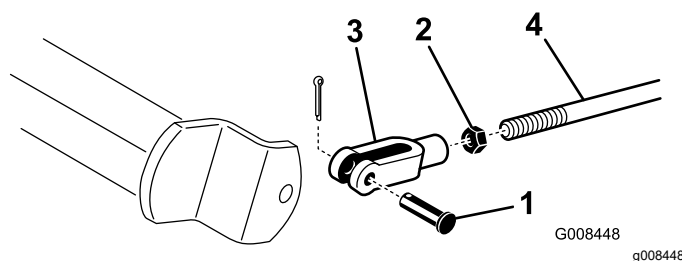

Figura 46
- A. Scollegate le aste dei freni rimuovendo la coppiglia e il perno del cavallotto (Figura 46).
- B. Allentate il controdado e regolate il cavallotto come opportuno (Figura 46).
- C. Montate il cavallotto sull'albero del freno (Figura 46).